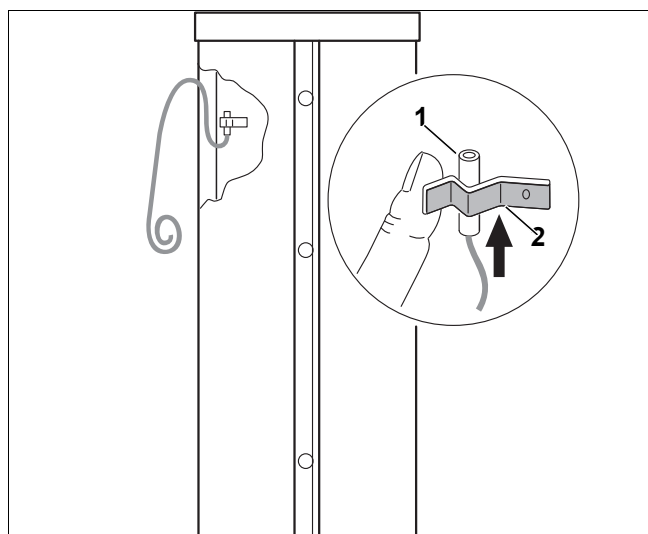

Рис. 8 Установка датчика температуры
- Установите датчик (рис. 8, [1]) в пружинный держатель (рис. 8, [2]) так, чтобы вся его контактная поверхность плотно прилегала к наружной стороне корпуса бака.